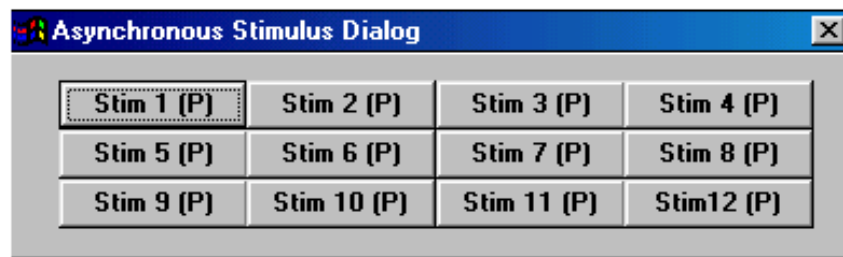

Figura 56.- Cuadro de asignación de pines y estímulos asíncronos.
2.3.1.-Debug>Simulator Estimulus>Asynchronous Stimulus: Al activar esta opción emerge un cuadro como el de la Figura 56 en el que aparecen doce botones que son el número de líneas que tienen los dos puertos del 16F84, es decir, las 8 líneas del *PORTB* y las 5 líneas del *PORTA*.